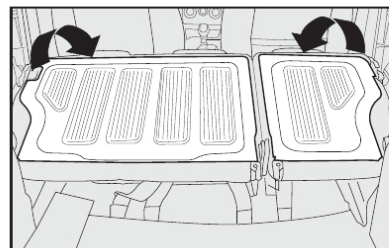

fig. 98
5) Rebater para a frente o encosto, passando os cintos pelos lados, até que este se apoie sobre o assento traseiro fig. 98.